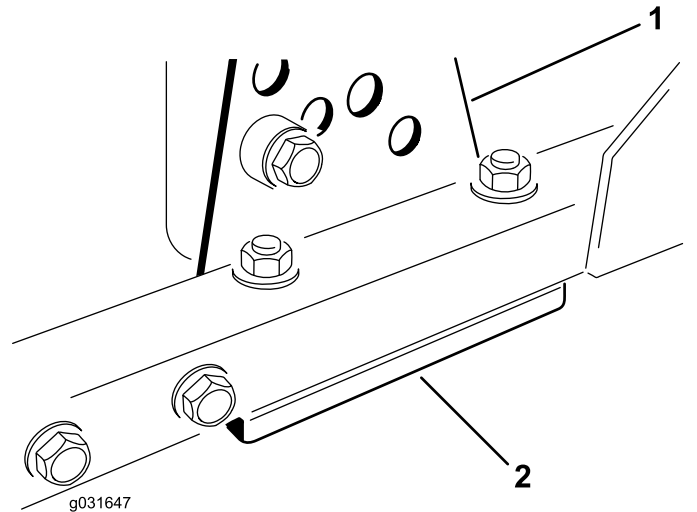

Bild 72
1. Entfernen Sie die Schnitthöherhalterung (vorne, links oder rechts) vom Mähwerkrahmen (Bild 72).
2. Führen Sie 1,5-mm- und/oder 0,7-mm-Beilagscheiben zwischen dem Mähwerkrahmen und der Halterung ein, um die gewünschte Schnitthöhe zu erhalten (Bild 72).
3. Befestigen Sie die Schnitthöherhalterung mit den restlichen Beilagscheiben unter der Schnitthöherhalterung am Mähwerkrahmen (Bild 72).